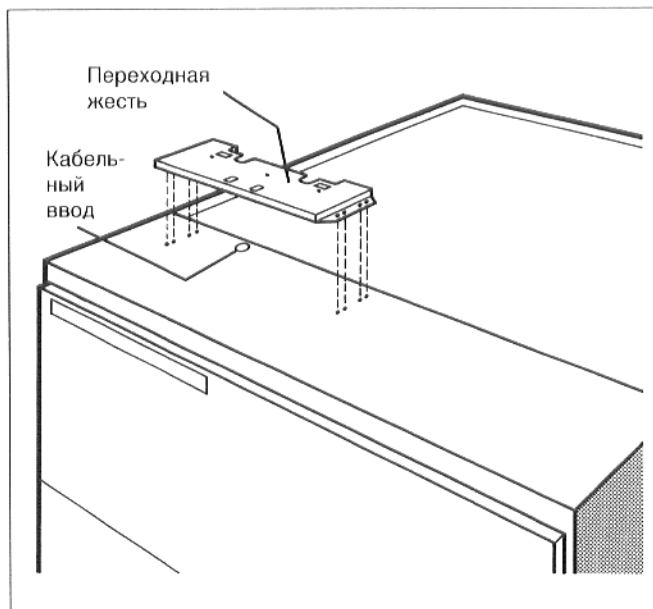

Рис. 50
- Привинтить переходную жесть слева и справа на переднем кожухе котла (рис. 50). В кожухе котла имеются крепежные отверстия. Произвести монтаж переходной жести слева или справа, в зависимости от того, на какой стороне монтированы шарниры дверцы горелки.